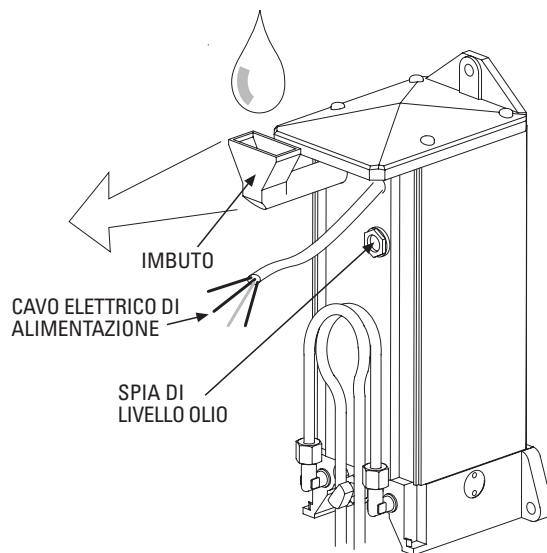

FIG. 13
- Aprire lo **Sportello della Centralina** con la chiave personalizzata in dotazione, e sporgere verso l'esterno (2 cm circa) l'**Imbuto** e rivolgerlo verso l'alto, situato frontalmente sotto il coperchio della **Centralina** (Fig.13).